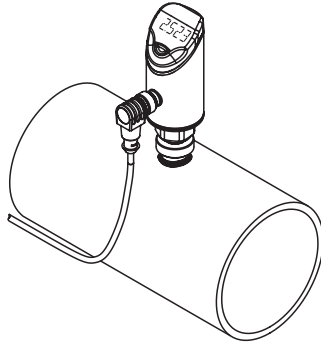

Fig. 13: Montage vertical
- ▶ Vous pouvez installer le capteur dans n'importe quelle orientation (voir figures 13,14).